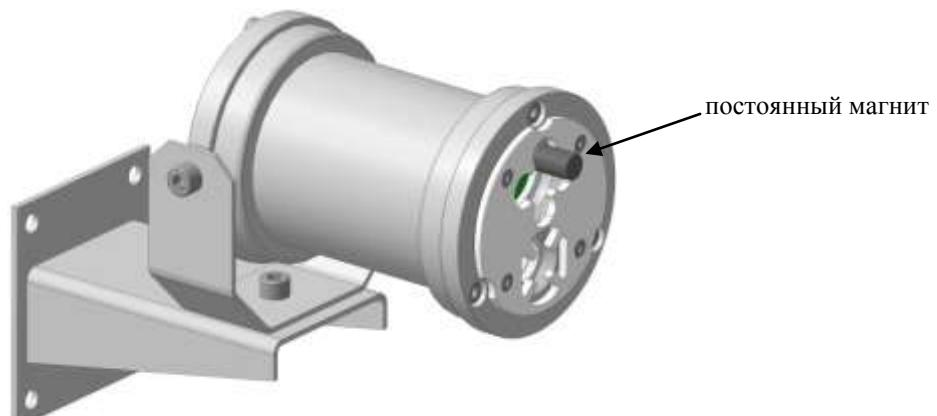

Рисунок 5 – Место поднесения постоянного магнита
Командой «Программирование адреса устройства» можно задать адрес извещателя независимо от того, какой ему адрес присвоен на данный момент. Это может быть использовано в случае ошибочного назначения одинаковых адресов двум и более устройствам. Для этого с пульта или компьютера подать команду на программирование требуемого адреса. После чего в течение не более 5 минут к извещателю, который находится в дежурном режиме, поднести постоянный магнит и прислонить к стеклу, согласно обозначеному месту, рисунок 5. При этом светодиод извещателя переходит в режим непрерывного свечения. На пульте или компьютере отобразятся события о потере связи с устройством по старому адресу и о восстановлении связи с устройством по новому адресу. Если устройства имели одинаковый адрес, то сообщений о потере связи по старому адресу не будет.
2.5.3 Контроль функционирования извещателя можно осуществить путём поднесения постоянного магнита к извещателю (см. рисунок 5). ПКУ «С2000М» или АРМ «Орион Про» должен выдать сообщение «Тест» или «Пожар», в зависимости от режима тестирования. Упрощенный контроль работает, начиная с «С2000-КДЛ» версии 2.15 и «С2000-КДЛ-2И» v.1.15.